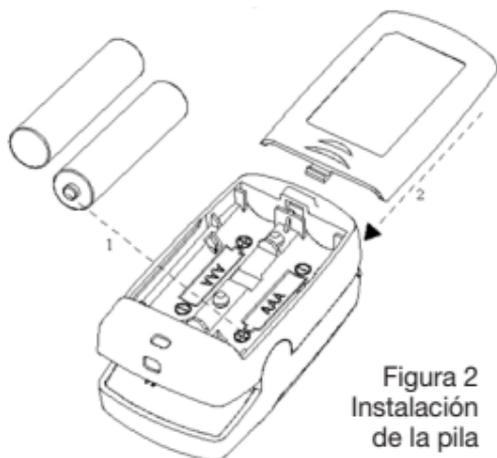

Figura 2
2. Haciendo referencia a la Figura 2, introduzca correctamente dos pilas AAA en su compartimiento.